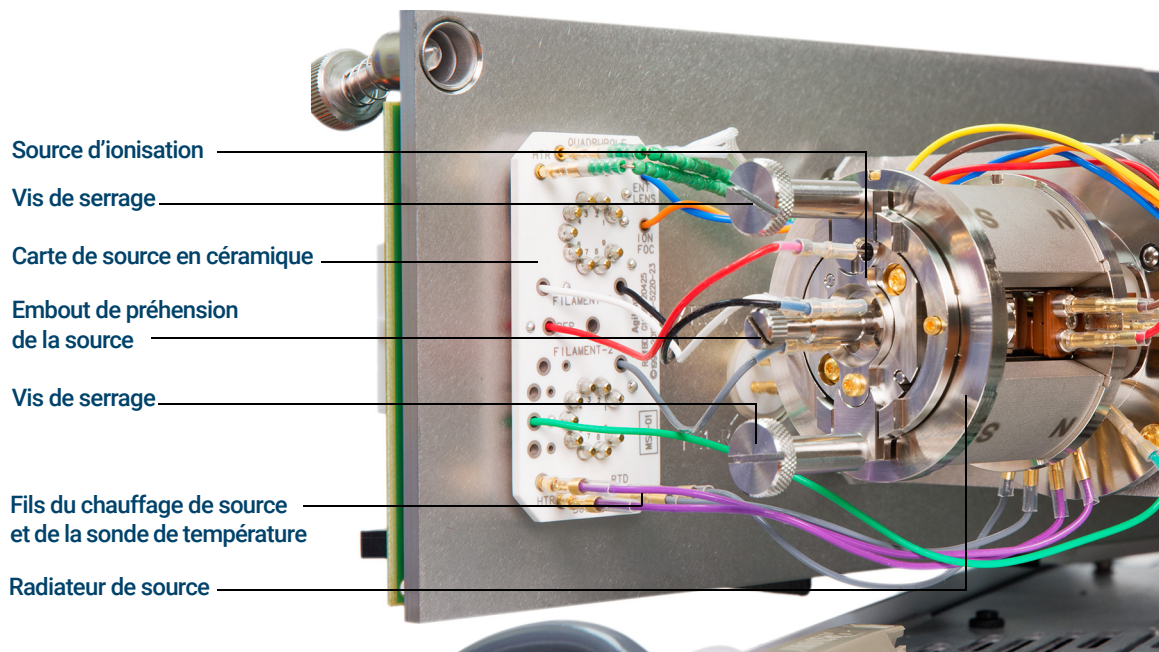

Figure 46. La chambre de l'analyseur pour le MSD HES
- 3 Déposer les deux vis moletées qui maintiennent la source d'ions en place. (Voir **Figure 46** page 168.)
- 4 Débrancher les fils de la source EI HES. (Voir **Figure 46** page 168.) Ne pas plier les fils plus que nécessaire. (Voir «**Branchements/débranchement des fils de la source EI HES**» page 169.)